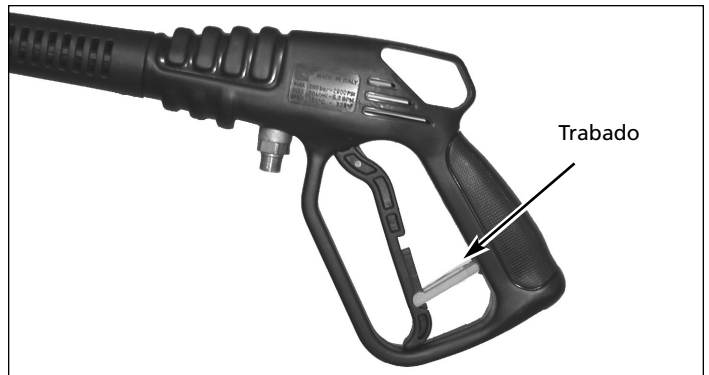

**Figura 8 - Inserte las boquillas de pulverización en el soporte de caucho**
7. Instale las boquillas de conexión rápida en el soporte para boquillas y sujételo al mango de la lavadora a presión. Vea la figura 8.